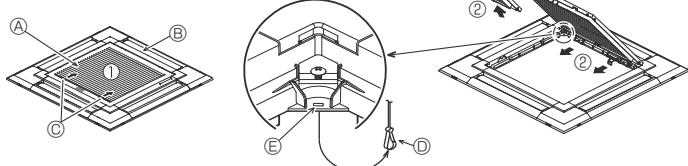
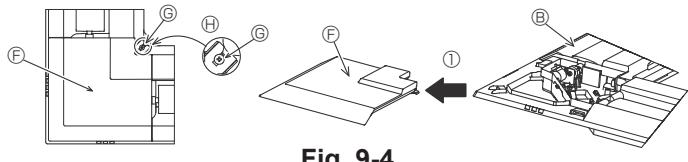

Fig. 9-3
Fig. 9-4
9.2.1. Afmontering af indtagsgitteret (Fig. 9-3)
- Skub håndtagene i retningen angivet af pilen ① for at åbne indtagsgitteret.
- Med indtagsgitteret i "åben" position fjernes indtagsgitterets hængsel fra gitteret som vist med pilen ②.
9.2.2. Afmontering af hjørnepanelet (Fig. 9-4)
- Løsn de 4 skruer på hjørnet. Skub hjørnepanelet i retning af pil ① i illustrationen, og fjern hjørnepanelet.
[Fig. 9-3] [Fig. 9-4]